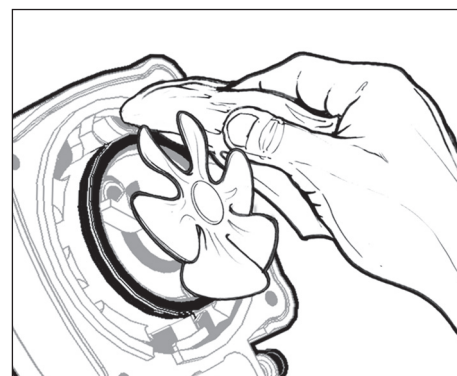

Figura 8
4. Usando un paño limpio, retire todo el limpiador y/o suciedad restante. Asegúrese de que la ranura del anillo en O y la bujía estén totalmente limpias y libres de desechos (vea la Figura 8). Repita los pasos 3 y 4 para eliminar cualquier suciedad o residuo restante.